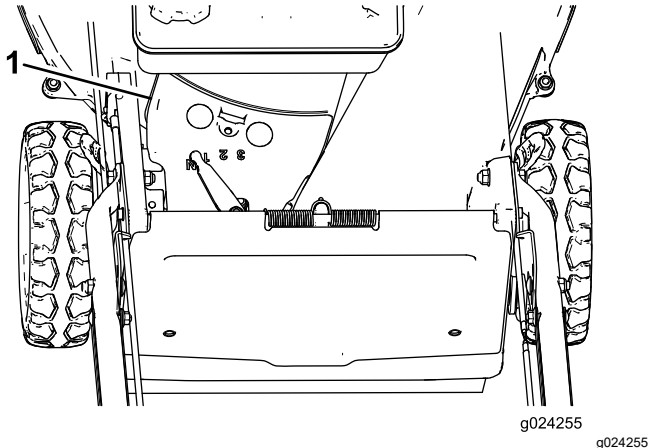

Figure 37
3. Déposez le protège-courroie (Figure 37) du carter du plateau de coupe.